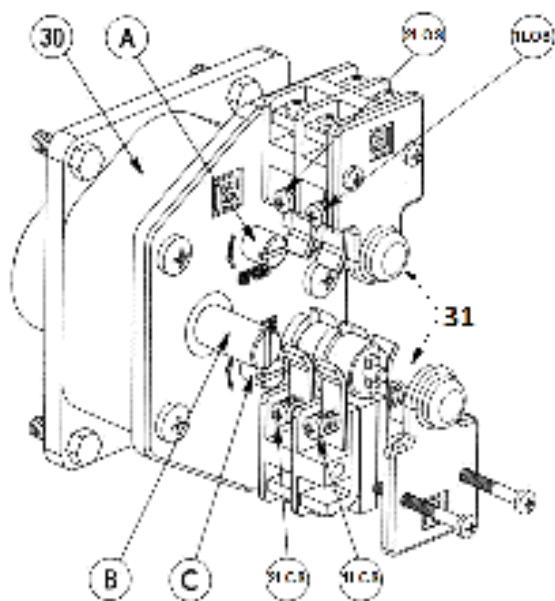

Рис. 2 Ограничитель хода выходного вала
**Ограничитель хода выходного вала** состоит из редуктора 30 (рис. 2) и роторного механизма микровыключателей.
Ограничитель хода выходного вала (рис. 2) через переходной вал (5) (рис. 1) механически связан с выходным валом электропривода. После надлежащей настройки ограничитель хода выходного вала соответствует определенным положениям затвора. При достижении затвором арматуры этих положений срабатывают соответствующие микровыключатели, отключая электропитание электродвигателя.